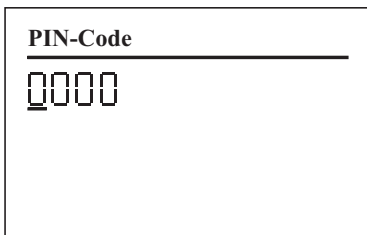

Abb. 6: Ansicht **PIN-Code**
1. Öffnen Sie die Ansicht **PIN-Code** (Abb. 6).